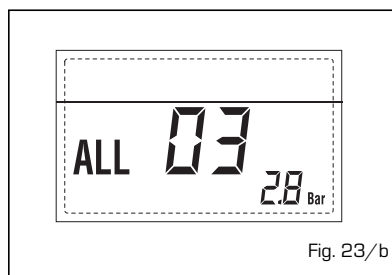

Fig. 23/b
- D.H.W. SENSOR ALARM 04 (fig. 23/c)